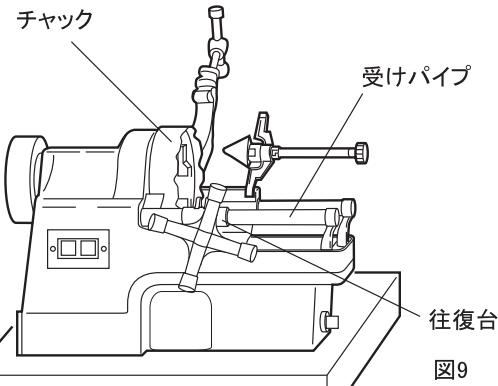

図9
② パイプマシンへのセット
- 2.往復台をチャック側にいっぱいまで寄せます。(図9)